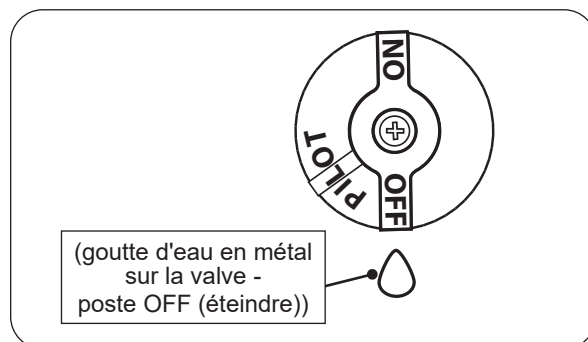

Fig. 47-2 Arrêt du pilote
2. Localisez la vanne sur le côté de l'unité. Pousser le gaz bouton de commande légèrement et tourner dans le sens des aiguilles d'une montre ↻ sur **OFF** (éteindre) (voir Fig. 47-2).
Appuyez légèrement sur le bouton de contrôle et tournez-le dans le sens des aiguilles d'une montre ↻ pour **OFF** (éteindre). Ne force pas. Voir Fig. 47-2.